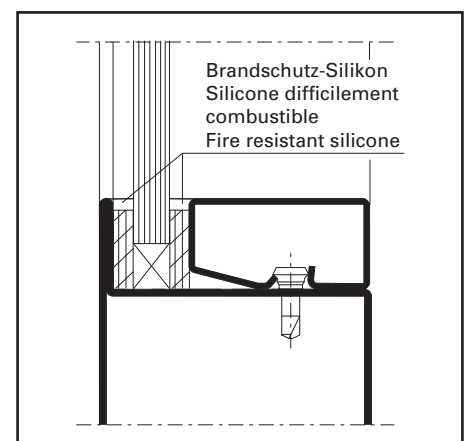

Abb. 16 / Fig. 16 / Fig. 16
3. Dichtungsband auf Glasleisten kleben und Glasleisten aufklipsen (Abb. 16)
4. Abdichtung der Glasfugen innen und aussen mit Brandschutz-Silikon (Abb. 16)
3. Coller la bande d'étanchéité sur les parcloles et clipser les parcloles (fig. 16)
4. Etanchéité des joints du verre réalisée avec silicone difficilement combustible (fig. 16)
3. Stick the distance strip to the glazing bead and clip the glazing bead in place (fig. 16)
4. Seal the glazing joints with fire-resistant silicone (fig. 16)